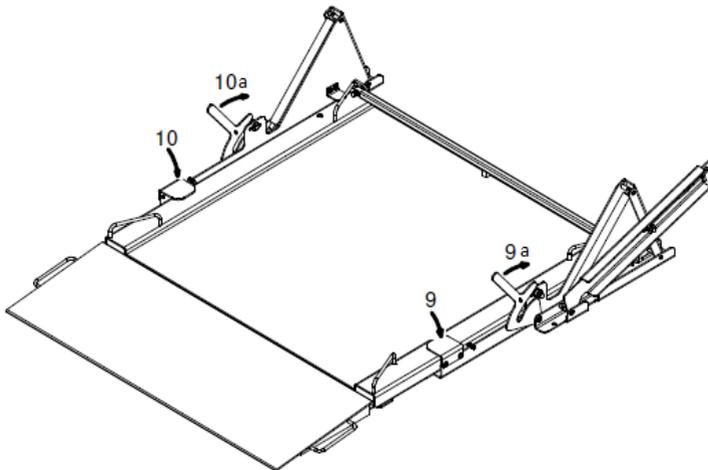

Abbildung 24 Verriegeln der Plattform vor dem Anheben
3. Drücken Sie den Hebemechanismus (Punkt 9) und rasten Sie die Verriegelung ein (Abbildung 24, Punkt 9a).
4. Rasten Sie die Verriegelung ein, während Sie den Hebemechanismus (Punkt 1) drücken (Abbildung 24, Punkt 10a).